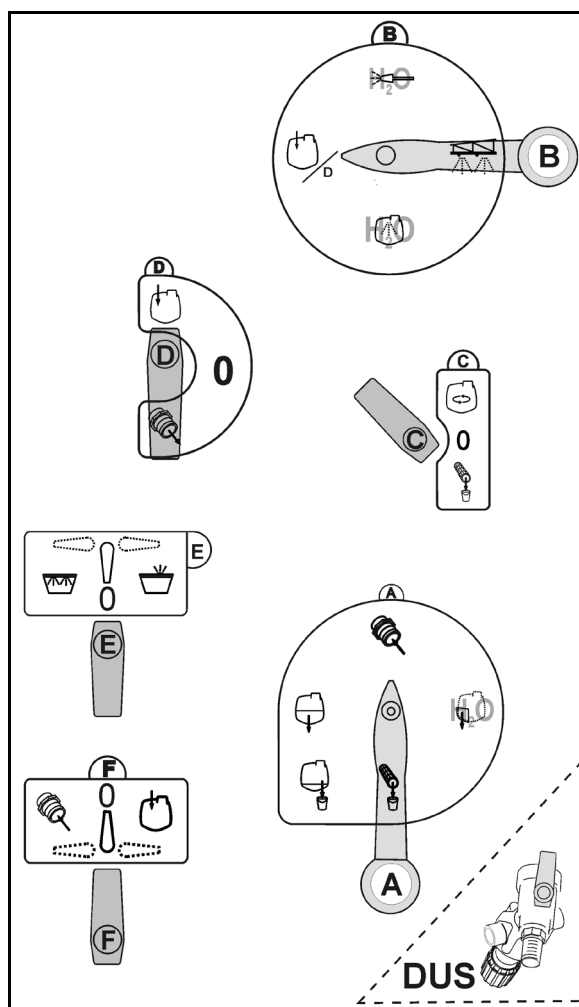

Fig. 13
1. Kuppeln Sie den Saugschlauch (Fig. 13/1) mit dem Befüllanschluss (Fig. 13/2).
3. Kuppeln Sie den Verbindungsschlauch vom Fronttank (Fig. 13/3) mit dem Anschluss Schnellentleerung (Fig. 13/4).
4. Schalthahn am Fronttank (Fig. 13/5) in Position **X**.